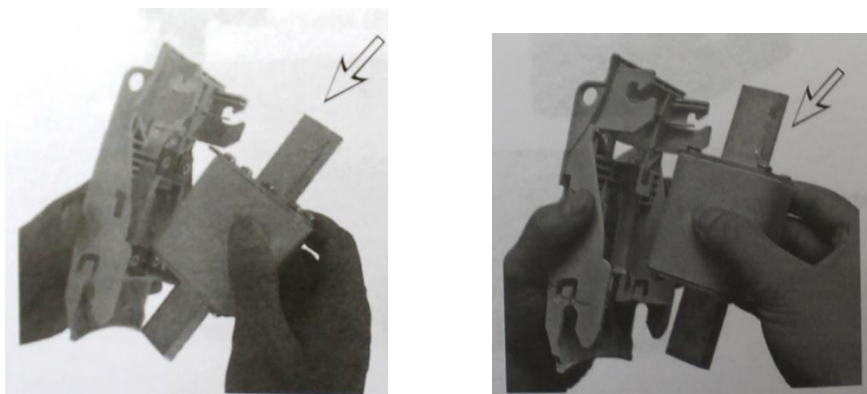

Рис.7 Установка предохранителя в держатель.
4. Чтобы вставить предохранитель выполните обратную последовательность действий Рис.7